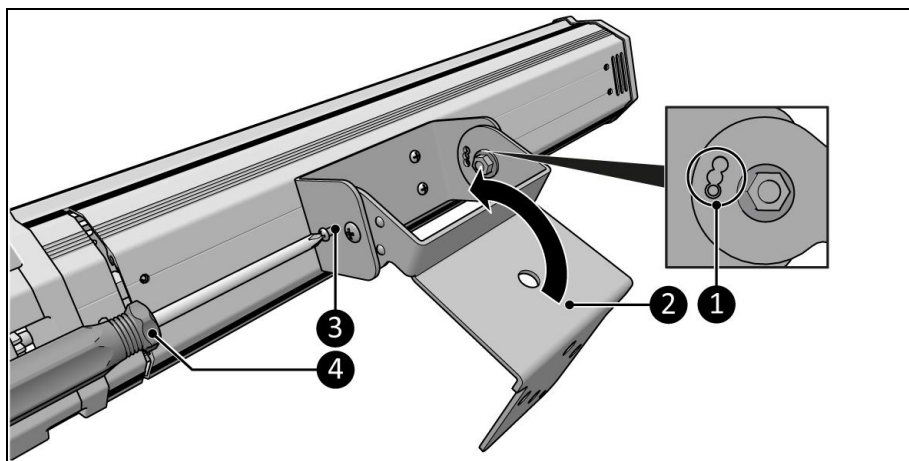

Abbildung 7
4. Bewegen Sie die Aufhängelasche (Abbildung 7, Pos. 2) und wählen Sie eine der drei Positionen (Abbildung 7, Pos. 1).
5. Befestigen Sie das Gerät in der gewünschten Position mit den kleinen Schrauben (Abbildung 7, Pos. 3) und einem Kreuzschlitzschraubendreher (Abbildung 7, Pos. 4).